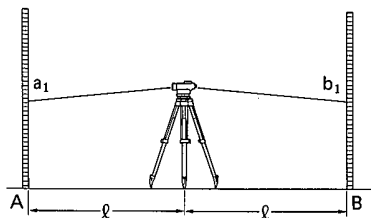

図 7.5
- 1) 30 ～ 50m 離れた A・B の中央で $a_1 \cdot b_1$ を読みとります。(図 7.5)